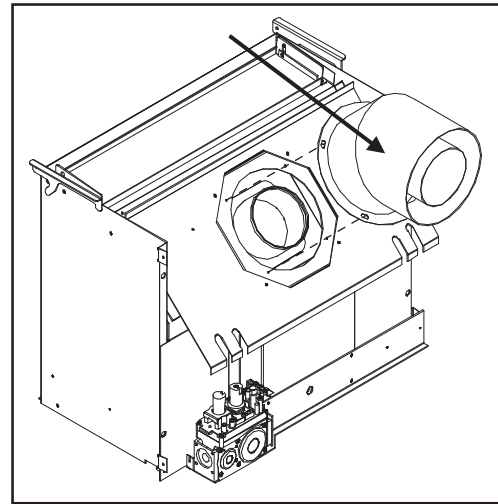

Figure 41: Etape 4 Conversion Top évacué dans arrièredéchargé.
4. Tournez le coude à la position de ventilation arrière et re-fixez avec les vis retirées à l'étape 2 (voir Figure 41).